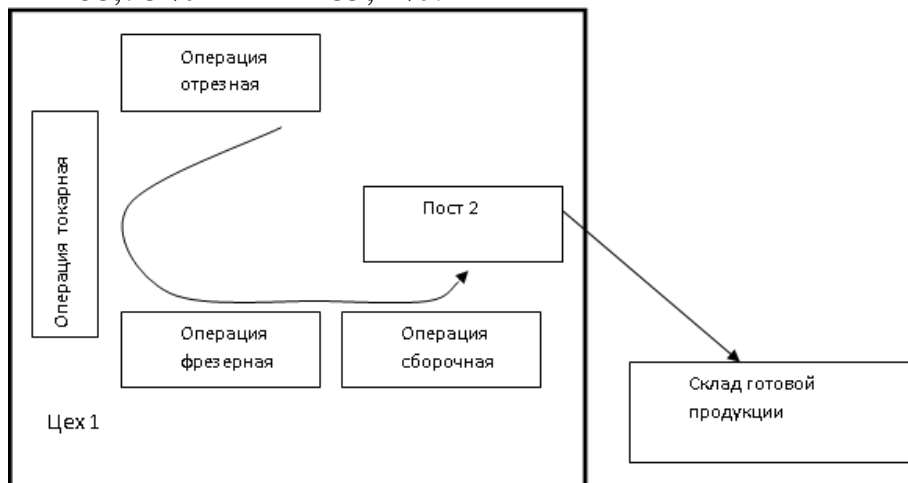

Рисунок 2.2 – Будущее состояние обработки детали в цехе №1
2. Составить карту потока ценностей будущего состояния обработки детали в цехе № 2 (пример карты рис. 2.2).